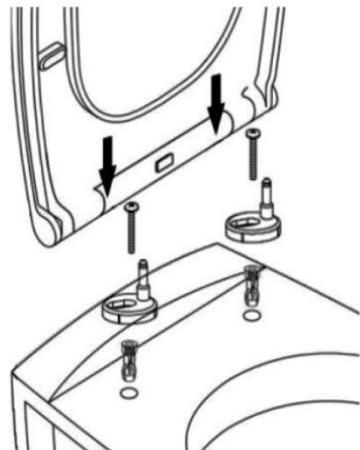

рис. 15
14. Установите крышку (рис.15) См. инструкцию по установке крышки/ сидения.